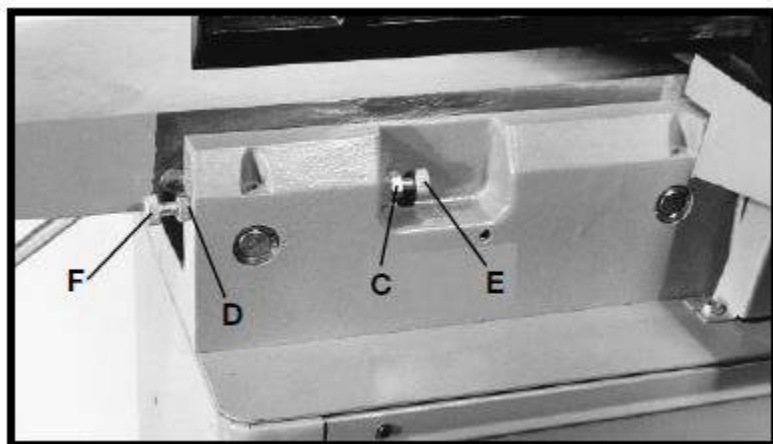

Рис. 17
Жёсткие упоры предусматриваются для ограничения высоты подводного стола. Жёсткие упоры можно регулировать ослаблением контргаек (С) и (D), рис. 17, и вращением двух регулировочных винтов (Е) и (F). Рекомендуется, чтобы высота подводного стола регулировалась так, чтобы стол в своей наивысшей точке был на 0,5 мм ниже наивысшей точке ножей. Это важная характеристика фуговального станка, обеспечивающая быстрое позиционирование подводного стола для чистового или окончательного резания.